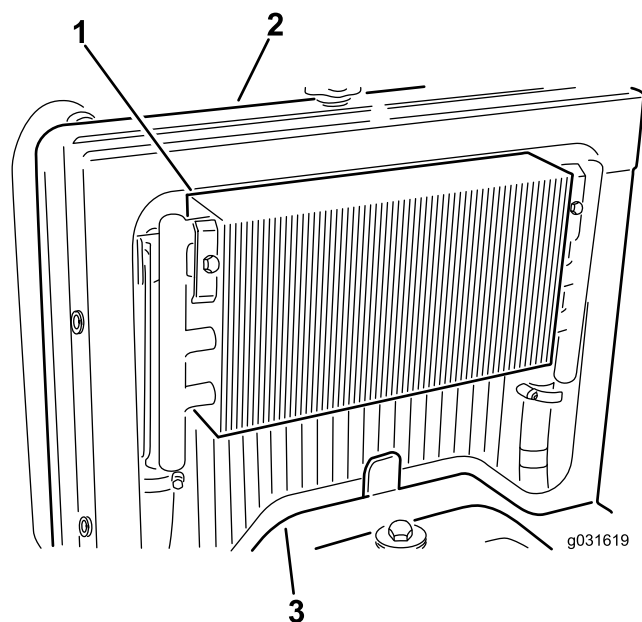

Figura 58
3. Retire o painel de acesso (Figura 58).